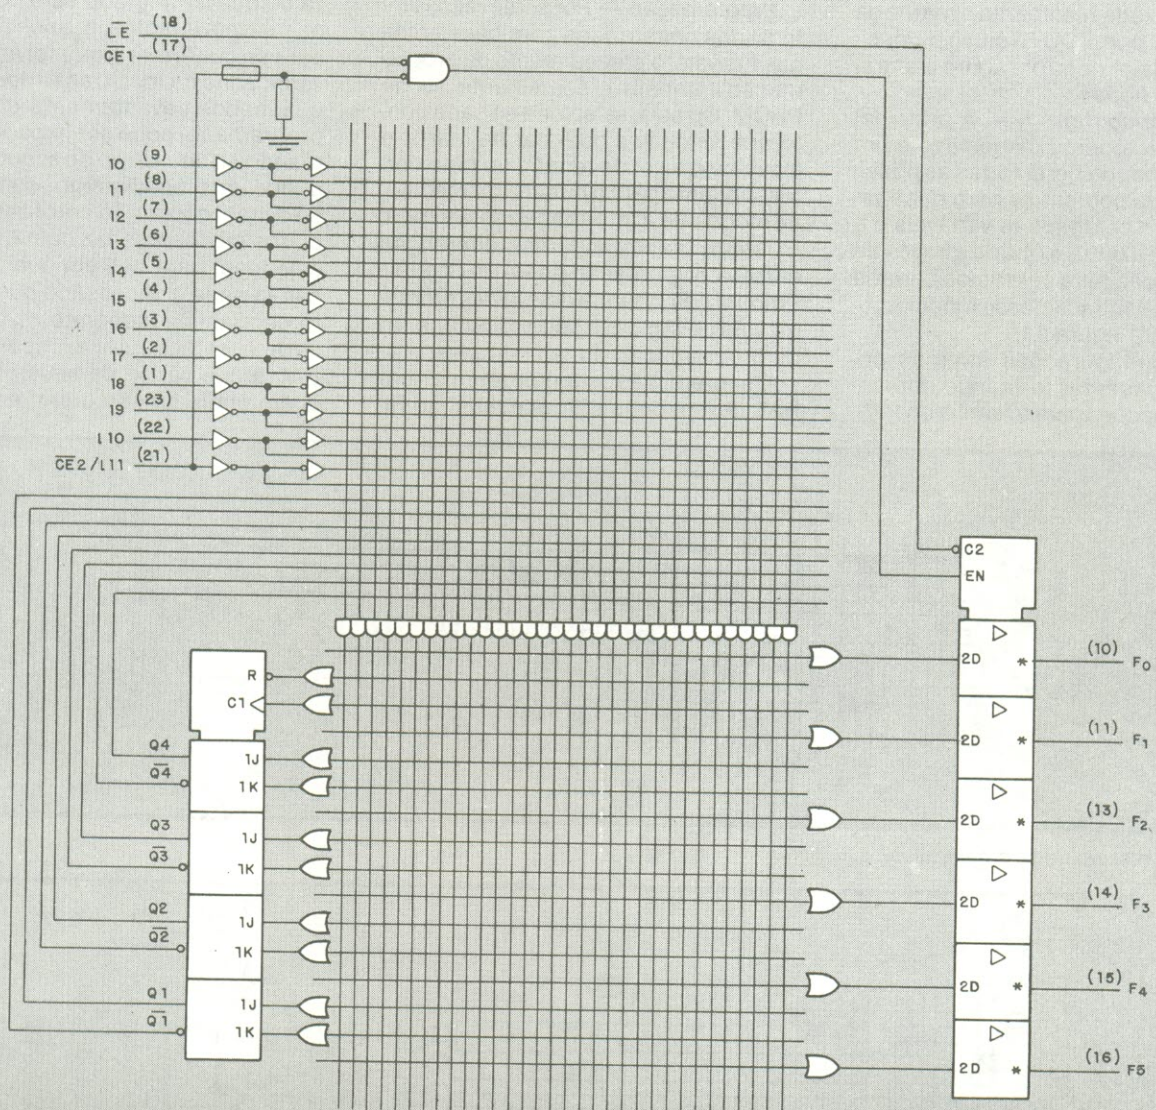

Fig. 6
**Seqüencial** (fig. 6) — Esse tipo de PLA, também chamado PLS, além dos dois níveis programáveis de lógica, possui um conjunto de *flip-flops*, cujas entradas estão ligadas à matriz de portas OU, e suas saídas realimentam a matriz de portas E. Tem, ainda, um outro conjunto de *flip-flops* que atua no registro dos bits de saída. As saídas também podem ser em três estados ou coletor aberto.